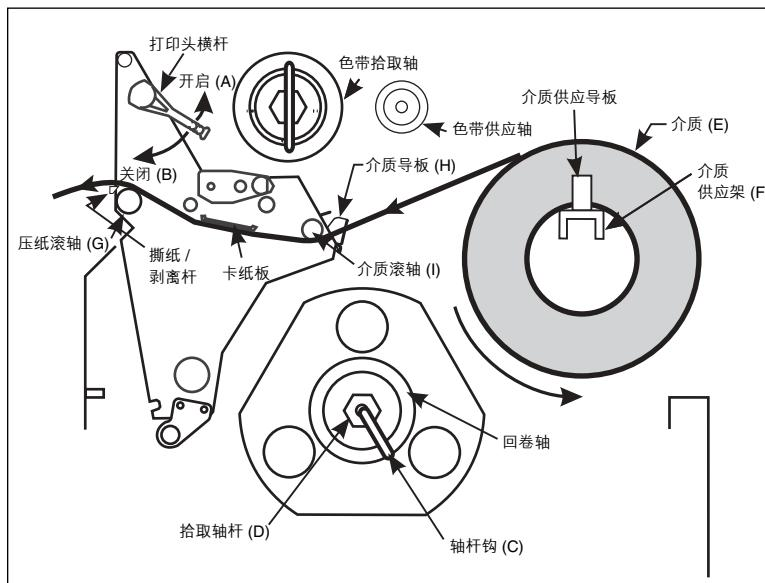
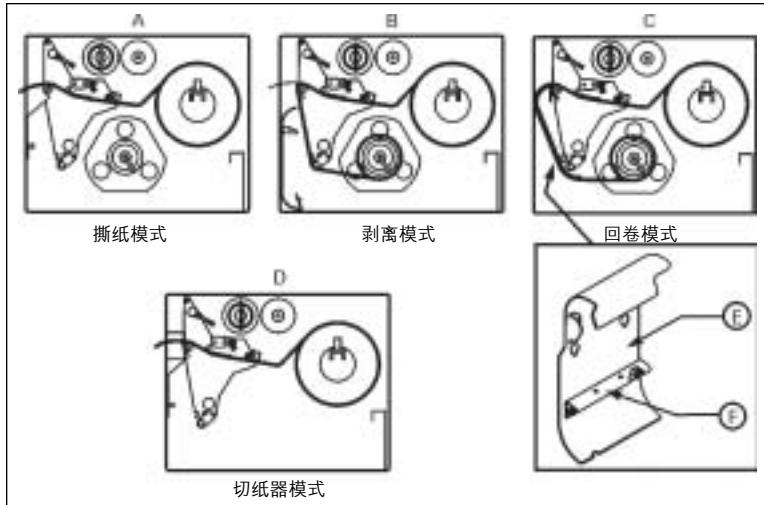

图 4
图 5
### 撕纸模式的介质卷装载 (图 5-A)
1. 将介质卷 (图 4-E) 放置于「介质供应架」(图 4-F) 上。
2. 移动位于「上方打印头组件」上的横杆以开启打印头，使其位于开启位置 (图 4-A)。
3. 松开「介质导板」(图 4-H) 上的螺丝，并使导板的位置远离打印机框架，越远越好。
4. 把介质从「介质滚轴」(图 4-I) 底下穿过，使其位于「上方介质导板」与「主介质导板」之间，「打印头」之下，和「压纸滚轴」(图 4-G) 之上。
5. 调整「介质导板」(图 4-H) 的位置，直到其碰到介质外缘，而不会扣紧为止。请确定其与介质边缘平行，然后拧紧螺丝。
6. 移动位于「上方打印头组件」上的横杆以关闭打印头，使其位于关闭位置 (图 4-B)。
## **剥离模式 (图 5-B)**
2. 根据「撕纸模式」(图 5-A) 的说明来装载介质。装载介质时, 应允许介质拉出的长度超出撕纸杆 1 米。如果使用标签材料, 请揭下这段介质内的所有标签以形成引头。
3. 从「拾取轴杆」(图 4-D) 上取下「轴杆钩」(图 4-C)。如果您使用卷芯, 请把所有的胶带从卷芯上拆下, 并将其穿在「回卷轴」上, 直到其厚度增加而碰到导板为止。
**注意:** 在关闭「打印头开启杆」之前, 请确认整个介质的通路 (1) 介质经过定位后紧靠内部导板, 而几乎不接触外部导板与「介质供应导板」, (2) 介质已被拉紧, (3) 当介质在「回卷轴」/ 卷芯上卷绕时, 介质与其本身平行, 也与整个走纸通路平行。
## **回卷模式 (图 5-C)**
1. 在打印组件的前方, 把「介质回卷板」(图 5-E) 从介质仓内部的存放位置上取出。
2. 反转「回卷板」, 使其附带的「钩板」(图 5-F) 的边缘朝下。
4. 根据「撕纸模式」(图 5-A) 的说明来装载介质。装载介质时, 应允许介质拉出的长度超出撕纸杆 1 米。如果使用标签材料, 请揭下这段介质内的所有标签以形成引头。
5. 从「拾取轴杆」(图 4-D) 上取下「轴杆钩」(图 4-C)。如果您使用卷芯, 请把所有的胶带从卷芯上拆下, 并将其穿在「回卷轴」上, 直到其厚度增加而碰到导板为止。
6. 如图 4 及图 5-C 的方式装设介质, 并且 (1) 在「回卷轴」上卷动 1-2 次, 再重新安装「轴钩」, 或 (2) 在 76.2 mm 卷芯上卷动 1-2 次。(对某些类型的介质而言, 特别是签条介质, 如果介质无法在卷芯上卷紧, 您可能需要将介质末端用胶带贴在卷芯上。除非有绝对的必要, 否则不要用胶带把标签材料贴到卷芯上。)
#### 切纸器模式 (图 5-D)
- 根据以上「撕纸模式」(图 5-A) 的说明来装载介质，不同之处是介质在装设时要穿过切纸器模块，如图 5-D 所示。
折页式介质可以放在介质仓的底部、「折页式介质供应仓」或打印机底部或后方等可利用的外部位置上。调整「介质导板」(图 4-H) 的螺丝，让介质不至于滑动；确认其与介质边缘平行。